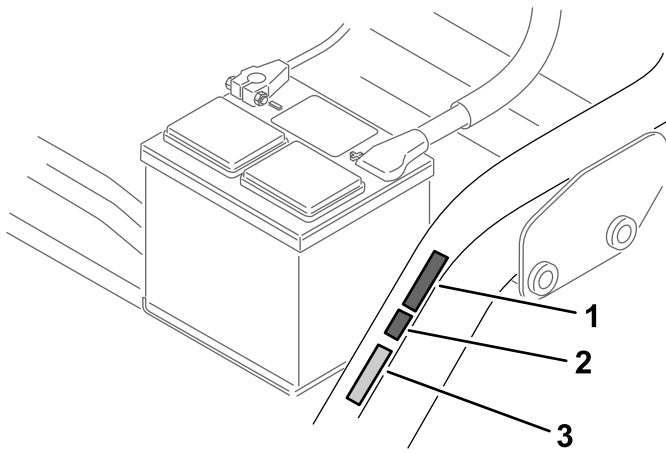

図 14
- シリアル番号プレートの隣に CE マークを貼り付ける図 14。
- CE マークの隣に CE 製造年ステッカーを貼り付ける図 14。